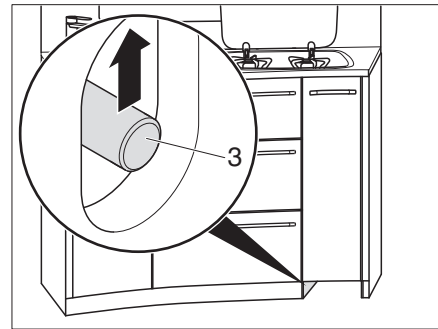

Bild 119 Låsa upp kökslådor
- Skjut skjutstängan (Bild 119,3) uppåt.